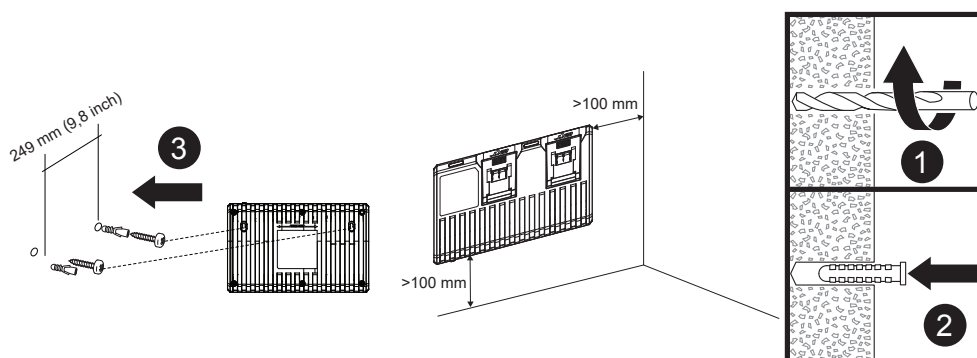

Fig. 1
Installer deux vis (non fournies) avec un espacement de 249mm (9,8 pouces) sur le mur, puis suspendre le chargeur aux vis en les faisant passer dans les deux trous de montage mural à l'arrière du chargeur (1). Veiller à maintenir une distance minimale de 10cm entre l'appareil et les murs ou tout autre objet de tous les côtés pour assurer une bonne circulation de l'air (Fig. 1).